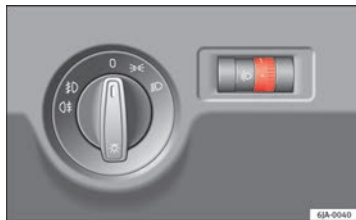

Fig. 57 Cuadro de instrumentos: regulación del alcance de las luces
- Gire con el mando ⇒ fig. 57, hasta alcanzar el alcance deseado de las luces.